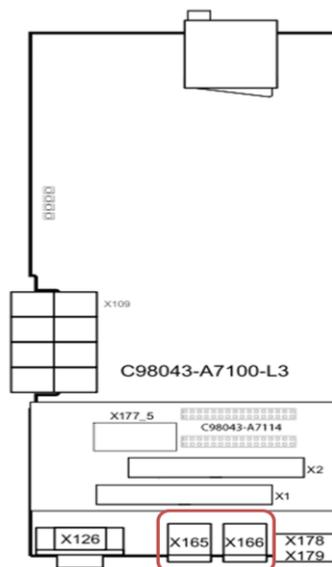

图 1-1 控制单元 CUD 上并行接口
- SINAMICS DCM 整流器之间并行通讯，通过并行接口 X165、X166 实现，如图 1-1，同一装置的左右侧 CUD（第二块 CUD）并行通讯时，数据交换直接通过控制单元之间的硬件接口实现，不需要使用 X165 和 X166 通讯接口。